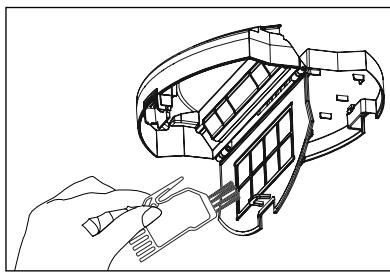

Fig. 11
- 5) Nettoyez le filtre-tamis avec la brosselette 10 (voir fig. 11).